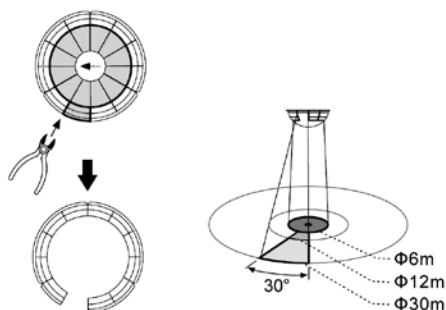

Fig.17
- 3 schroef de powerbox vast aan de opbouwdoos (zie Fig.17)